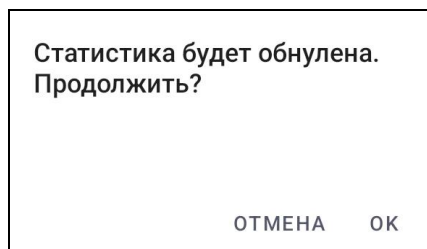

Рисунок 6
2.4.3.3 В нижней части экрана отображается статистика измерений. При нажатии на кнопку «Новая батарея» (см. рисунок 4, рисунок 5) появится окно подтверждения сброса статистики измерений (рисунок 6). При необходимости, следует нажать кнопку «ОК».